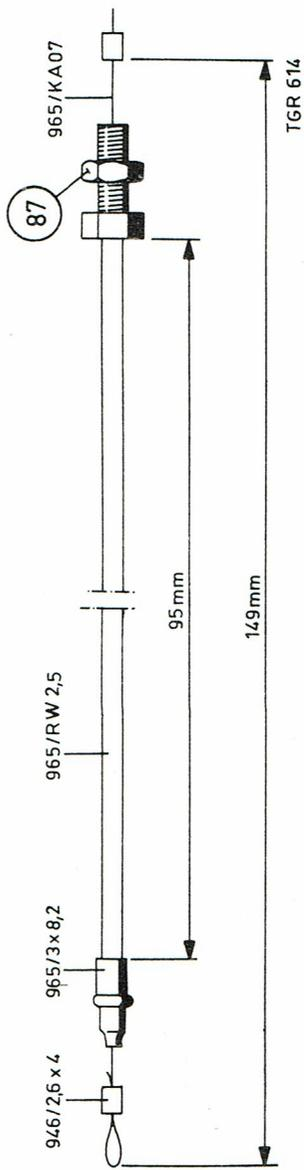

Fig. 1
4. La roue intermédiaire doit se déplacer au centre de chaque étage de poulie. Ajuster en tournant le raccord à vis 77 du câble Bowden. Voir fig. 1. Cette figure montre aussi les côtés et numéros de code du câble Bowden.